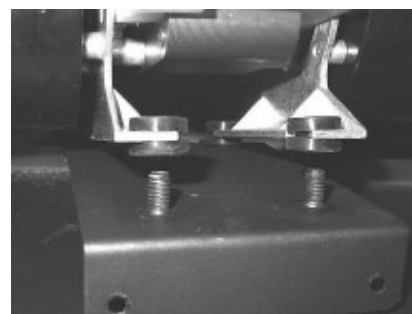

FIG. 3
5. Installez le nouveau ventilateur sur la braquette. **(Fig. 3)**